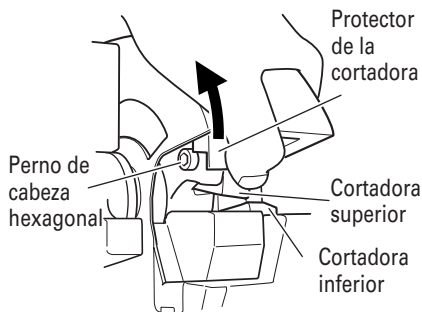

Fig. 10
- Si saca el perno de cabeza hexagonal con la llave Allen suministrada, podrá desmontar la cortadora. (Si empuja el protector de la cortadora hacia arriba en la dirección de la flecha indicada en la Fig.10, se facilitará el desmontaje de la cortadora superior).
- Sacando el perno de cabeza hexagonal con la llave Allen suministrada, podrá desmontar la cortadora. (Si empuja el protector de la cortadora hacia arriba en la dirección de la flecha indicada en la Fig. 10, se facilitará el desmontaje de la cortadora superior).
- Cuando doble varias varillas al mismo tiempo, asegúrese de colocarlas horizontalmente y con cuidado, pues se podrían desprender y salir despedidas con fuerza del rodillo de dobladura. (Fig.10)